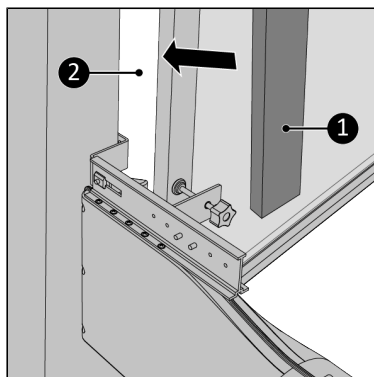

Figuur 22.
16. Draai de klemmschroef voorzichtig tegen het raamkozijn aan (Figuur 22, pos. 1).